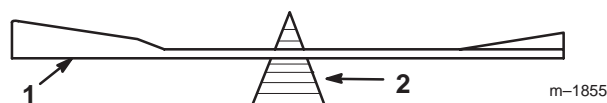
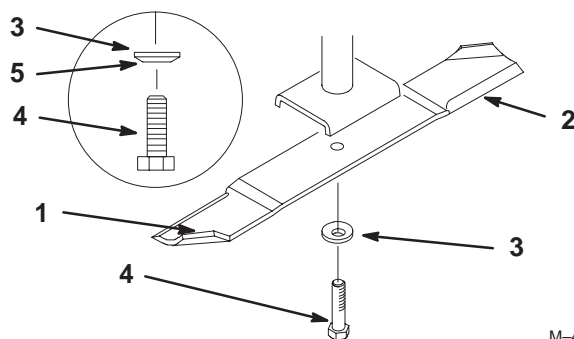

Figure 36
Figure 37
1. Tenez la lame à son extrémité avec un chiffon ou un gant épais. Retirez le boulon, la rondelle élastique et la lame de l'axe de la lame (Fig. 37).
2. Vérifiez l'équilibre de la lame en la plaçant sur un équilibreur (Fig. 36). Si la lame reste horizontale, elle est équilibrée et peut être utilisée. Si la lame est déséquilibrée, limez un peu l'extrémité de la partie incurvée seulement (Fig. 37). Répétez la procédure jusqu'à ce que la lame soit équilibrée.
1. Placez la lame sur l'axe (Fig. 37).
2. Installez la rondelle élastique et le boulon de la lame (Fig. 37). **Serrez le boulon de la lame à 115–150 Nm.**